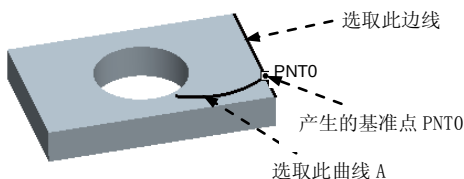

图 3.1.16 曲线与曲线相交
如图 3.1.16 所示，曲线 A 是模型表面上的一条基准曲线，现需在曲线 A 和模型边线的相交处创建一个基准点 PNT0，操作步骤如下：
Step3. 选取参考。按住 Ctrl 键，选取图 3.1.16 所示的曲线 A 和模型边线，其相交处即产生一个基准点 PNT0。